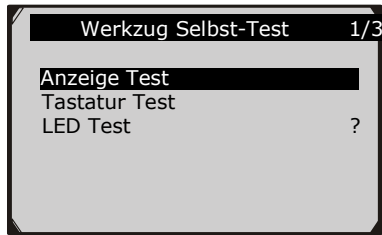

Abbildung 3.9
- 2) Wählen Sie Anzeigetest von Werkzeug Selbst-Test-Menü und drücken Sie die **OK**-Taste um den Test zu starten. (Abbildung 3.9)